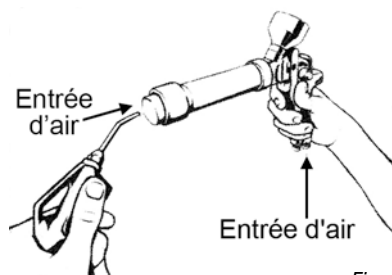

Fig. 4
6. Soufflez l'air dans la pointe du canon (C) à l'aide de la soufflette tout en serrant la gâchette du pistolet de revêtement en poudre (Fig. 4).